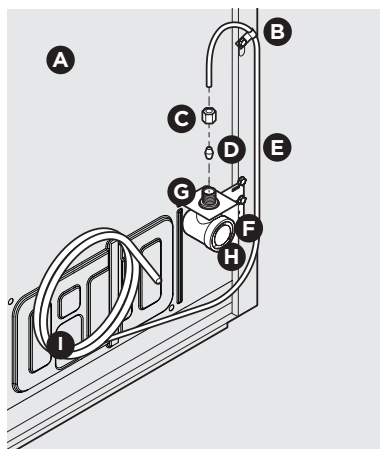

Figura 1
4. Si usa **tubería de cobre** - Deslice la tuerca de compresión de bronce y luego la argolla (manguito) en la línea de suministro de agua. Introduzca hasta el tope la línea de suministro de agua en la entrada de la válvula de agua ( $\frac{1}{4}$ "/6.4 mm). Deslice la argolla (manguito) en la entrada de la válvula y apriete con los dedos la tuerca de compresión en la válvula. Dele otra media vuelta a la tuerca con una llave, NO apriete excesivamente. Véase la Figura 1.